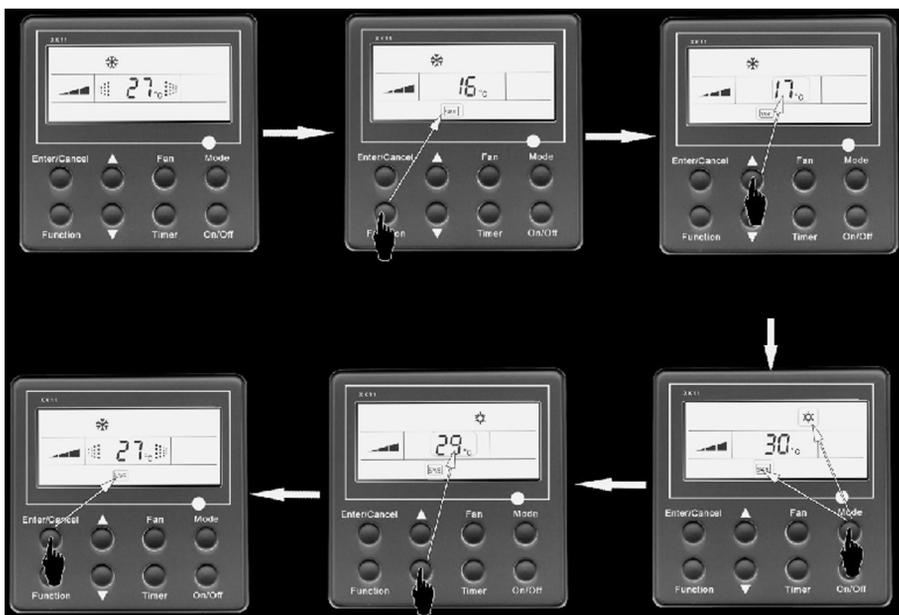

Рис. 5.9
**5.2.6.2** Для включения в рабочем режиме необходимо кнопкой FUNCTION выбрать функцию Save (рис. 5.9). Затем кнопками ▲ и ▼ задать нижнее предельное значение температуры в режиме охлаждения или верхнее предельное значение в режиме нагрева и нажать кнопку Enter/Cancel для подтверждения.